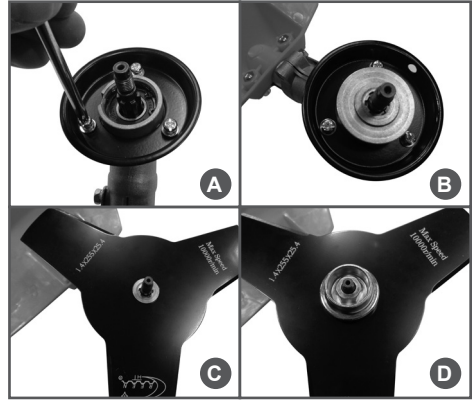

Рис. 4 Установка ножа
1. Установите на редуктор защитную чашку (Рис. 4А).
2. Установите на редуктор защитную шайбу (Рис. 4В).
3. Установите на защитную шайбу нож. При установке посадочное отверстие в ноже должно точно совпасть с выступом на шайбе (Рис. 4С).